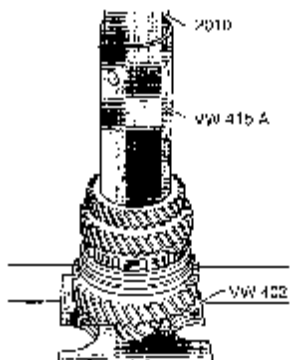

图 9-104 压入 3 挡齿轮
(19) 同步器齿套的安装时，倾斜面指向第 2 挡，阶梯式的侧面指向第 1 挡。
(20) 压入第 3 挡齿轮时，齿轮上的凹槽指向第 4 挡，如图 9-104 所示。